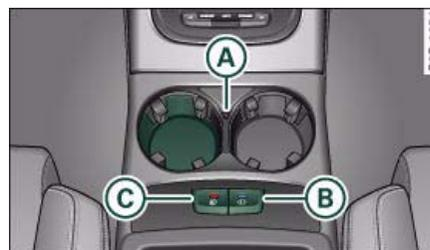

Fig. 73 Consola central: Portabebidas climatizado
- Para mantener una bebida **fría** pulse la tecla  ⇒ fig. 73. El diodo de la tecla se enciende (azul).